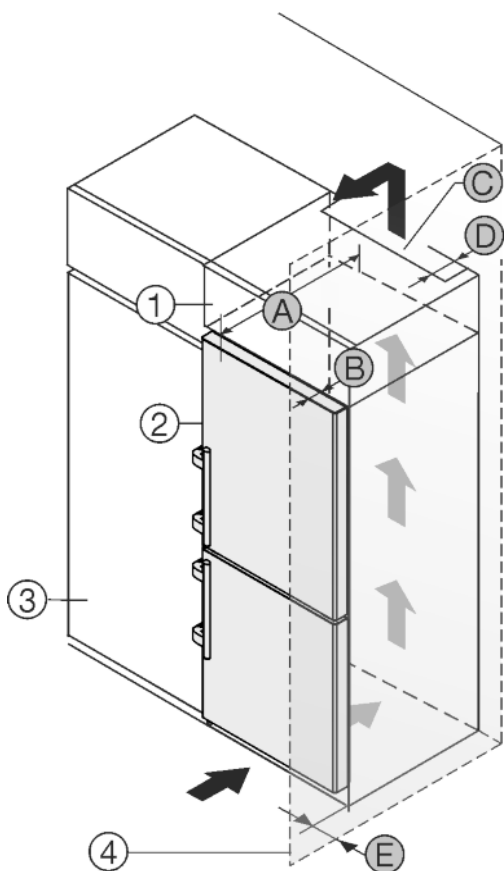

Fig. 27
Urządzenie może zostać obudowane szafkami kuchennymi. Aby dopasować urządzenie Fig. 27 (2) do wysokości ciągu szafek kuchennych, można nad urządzeniem umieścić szafkę nasadzaną Fig. 27 (1).
Urządzenie można ustawić bezpośrednio obok szafki kuchennej Fig. 27 (3). By móc całkowicie otworzyć drzwi, urządzenie musi wystawać przynajmniej o głębokość Fig. 27 (B) za front szafki kuchennej. W zależności od głębokości szafek kuchennych oraz od zastosowania elementów dystansowych urządzenie może wystawać jeszcze bardziej.
- Na tylnej ściance szafki nasadzonej wymagany jest wywiewny kanał wentylacyjny o głębokości Fig. 27 (D) na całej szerokości szafki.
- Pod sufitem pomieszczenia należy zachować przekrój odpowietrzający Fig. 27 (C).
Jeżeli urządzenie będzie ustawiane z zawiasami do ściany Fig. 27 (4), to pomiędzy urządzeniem i ścianą należy zachować odstęp Fig. 27 (E). Na taką odległość wystaje klamka przy otwartych drzwiach.